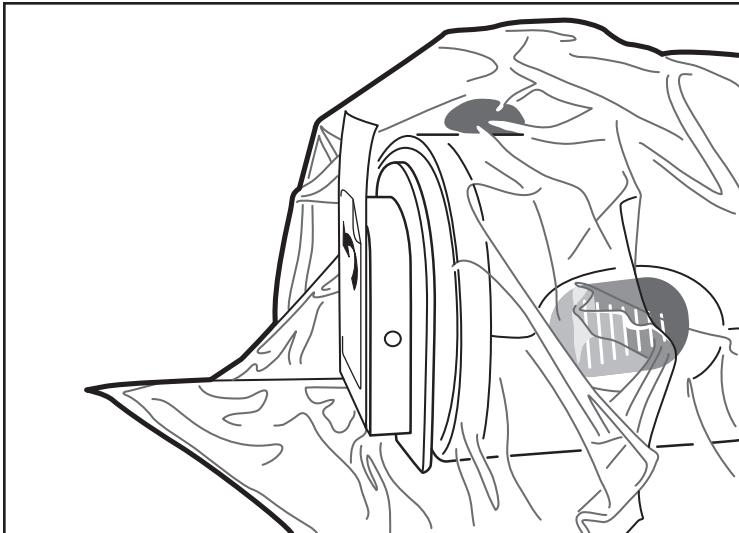

**Figure 6. Poche mise en place**
7. Pour placer la poche en position, arrêter l'avancement de l'unité d'entraînement à moteur MDU5 PLUS dans la poche dès qu'un bon ajustement est obtenu. Il n'est pas nécessaire que l'opérateur du champ stérile avance l'unité d'entraînement à moteur MDU5 PLUS complètement jusqu'à la plaque frontale de la poche. Un espace entre le nez de l'unité d'entraînement à moteur MDU5 PLUS et la plaque frontale de la poche est normal (figure 6).